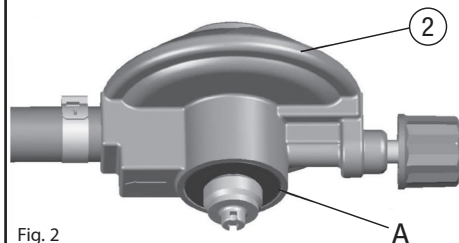

Fig. 2
- Certificar-se da existência e bom estado da junta de estanqueidade «A» que se encontra na ligação de saída do regulador (2) (fig. 2) antes de fixar o recipiente de gás. Não utilizar o fogareiro se a união não estiver no sítio ou se estiver danificada: levá-lo ao seu revendedor.